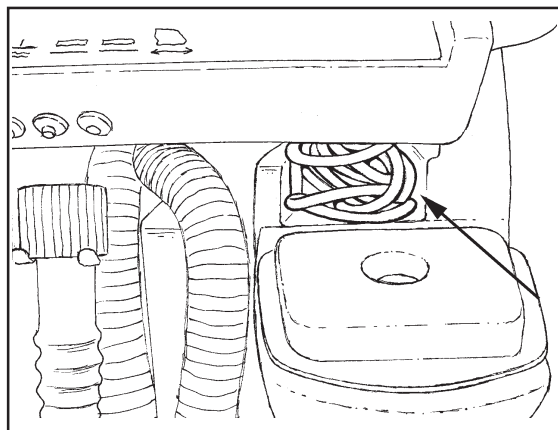
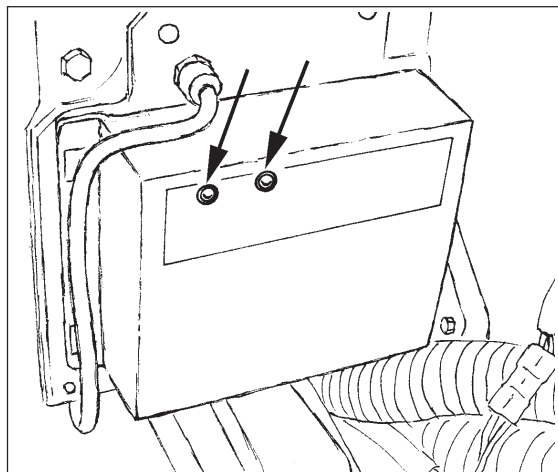

Figura 16
Figura 17
5. Los modelos Focus 17 y 20 está equipado con un cargador incorporado ubicado detrás del depósito de recuperación (Refiérase a la Figura 17). El cargador funciona en tres etapas, a los efectos de maximizar la vida de la batería. El cable de conexión de CA con el cargador incorporado a la máquina está ubicado en el compartimento respectivo debajo de la palanca de control, en la parte posterior de la máquina (Refiérase a la Figura 16). Saque el cable del compartimento.
- **Etapa volumétrica** - En la etapa volumétrica de la carga, se ilumina la luz roja del cargador (Refiérase a la Figura 17). Durante esta etapa el cargador suministra el máximo amperaje a las baterías y continúa la carga a ese régimen hasta alcanzar aproximadamente el 75% de la capacidad de las baterías.
- **Etapa de absorción** - En la etapa de absorción, se iluminan las luces roja y verde del cargador (Refiérase a la Figura 17). Durante esta etapa, el cargador mantiene un voltaje constante y deja que las baterías absorban la carga a su propio régimen.
- **Etapa de flotación y mantenimiento** - En la etapa de mantenimiento, se apaga la luz roja y solamente se enciende la luz verde del cargador (Refiérase a la Figura 17). Durante esta etapa el cargador aplica un voltaje más bajo, regulado, para mantener la carga total y evitar la descarga. Las baterías pueden estar conectadas indefinidamente sin riesgo de daño alguno.
7. Desconecte el cable de energía del cargador, enchufado en el tomacorriente, antes de activar el panel de control de la máquina. Guarde el cable en el compartimento respectivo ubicado debajo de la palanca de control (Refiérase a la Figura 16).